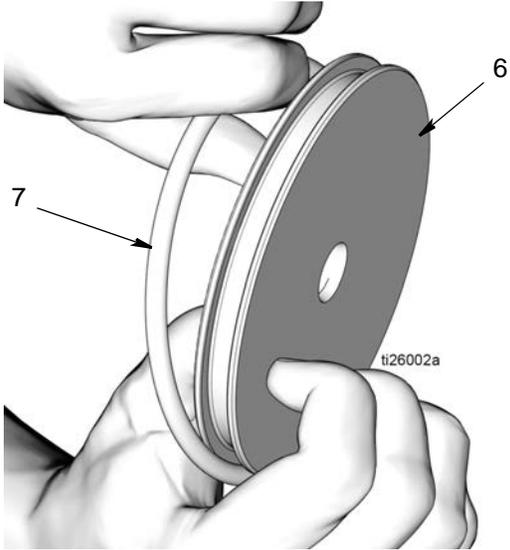

图 20
- d. 从活塞杆 (6) 拆下 O 形圈 (7) (图 20)。